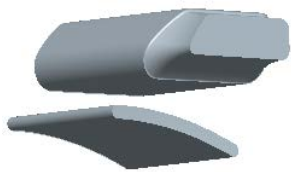

图 17.25 着色后的体积块
Step3. 在“体积块分割”操控板中单击 **体积块** 按钮，在“体积块”界面中单击 **3** ☒ **体积块_3** 区域，然后在选中的区域中将名称改为 SLIDE_VOL_1；在“体积块”界面中单击 **4** ☒ **体积块_4** 区域，然后在选中的区域中将名称改为 SLIDE_VOL_2，如图 17.25 所示；取消选中其余的体积块。